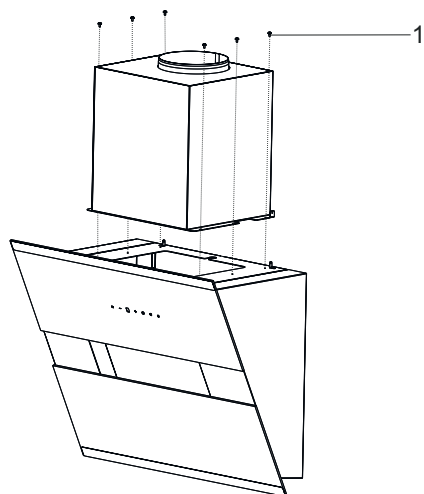

Fig. 10
**1.** ➤ Afmonter motorkabinettet fra emhætten med 6 x 3,5x6,5 skruer(Fig. 10).